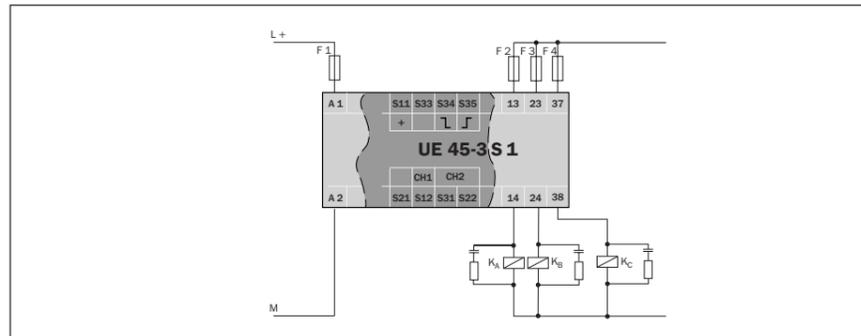

Fig. 2 : Schéma de base : Alimentation, circuit de sortie 3 voies, dont 1 temporisée à la fermeture (cf. *Caractéristiques techniques*)
- Pour prévenir le collage par soudure électrique des contacts du relais, prévoir le montage d'une protection (de classe gG) contre les surintensités de sécurité, courant maxi 6 A en série avec chaque contact de commande (cf. fig. 2, fusibles F2/F3/F4).